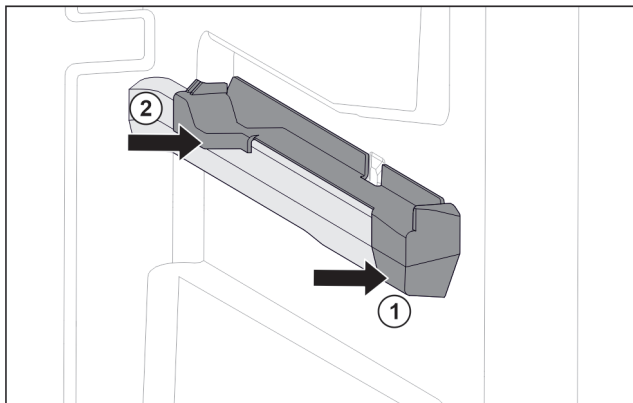

Fig. 19 Наставка върху дясното ребро на съда
- ▶ Поставете наставката отпред към реброто на съда. Fig. 19 (1)
- ▶ Притиснете наставката отзад. Fig. 19 (2)